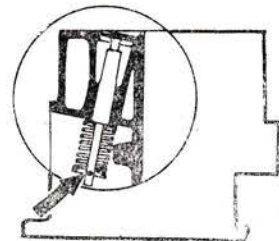

Рис. 22
24. Сжать пружины, вынуть чеки и отнять клапаны от цилиндра (рис. 22).